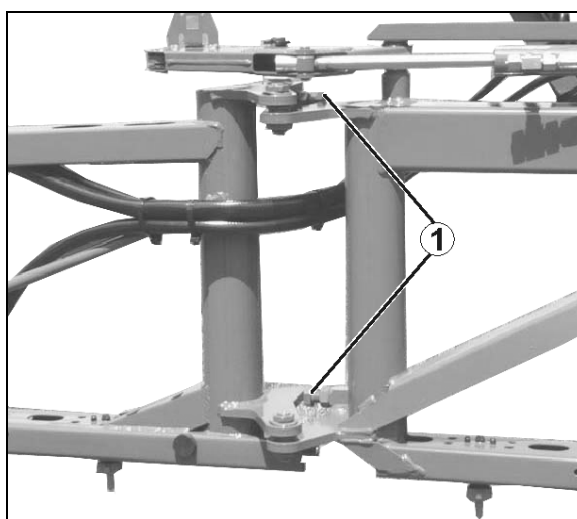

Bild 171
1. Kontrollera om oljenivån är synlig på markeringen (Bild 171/1) då pumpen inte är igång och står vågrätt
2. Ta bort locket (Bild 171/2) och fyll på olja om oljenivån inte är synlig på markeringen (Bild 171/1).
2. Ta bort locket (Bild 171/2).
5. Vrid drivaxeln växelvis åt höger och vänster och fyll långsamt på ny olja. Korrekt oljemängd är påfylld när oljan syns på markeringen (Bild 171/1).